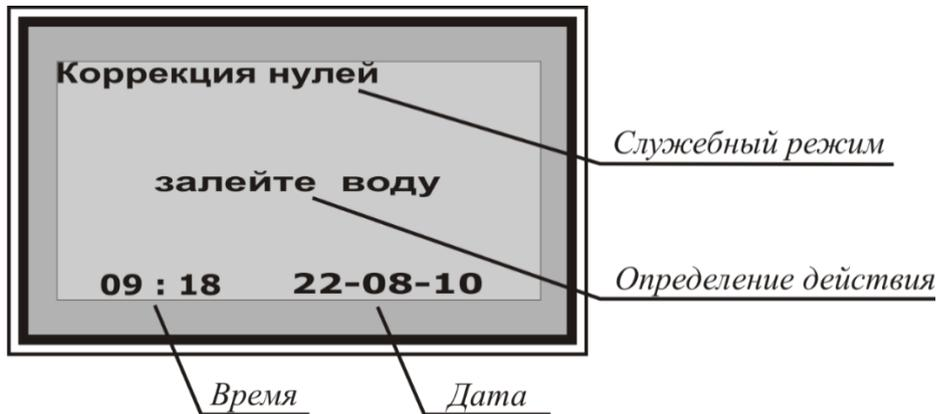

Рисунок 2.9
2.7.2.2 Коррекция нулей проводится только на дистиллированной воде. Перед началом работ необходимо провести три измерения дистиллированной воды в обычном режиме. Затем переключить анализатор в режим коррекции нулей. Для этого необходимо в меню «Обслуживание» выбрать опцию «Коррекция нулей» и подтвердить выбор кнопкой «▶». Анализатор перейдет в режим коррекции нулей, после чего необходимо залить дистиллированную воду температурой  $(20 \pm 2)$  °С, следуя за «определением операции» индицируемой на дисплее (рисунок 2.9).